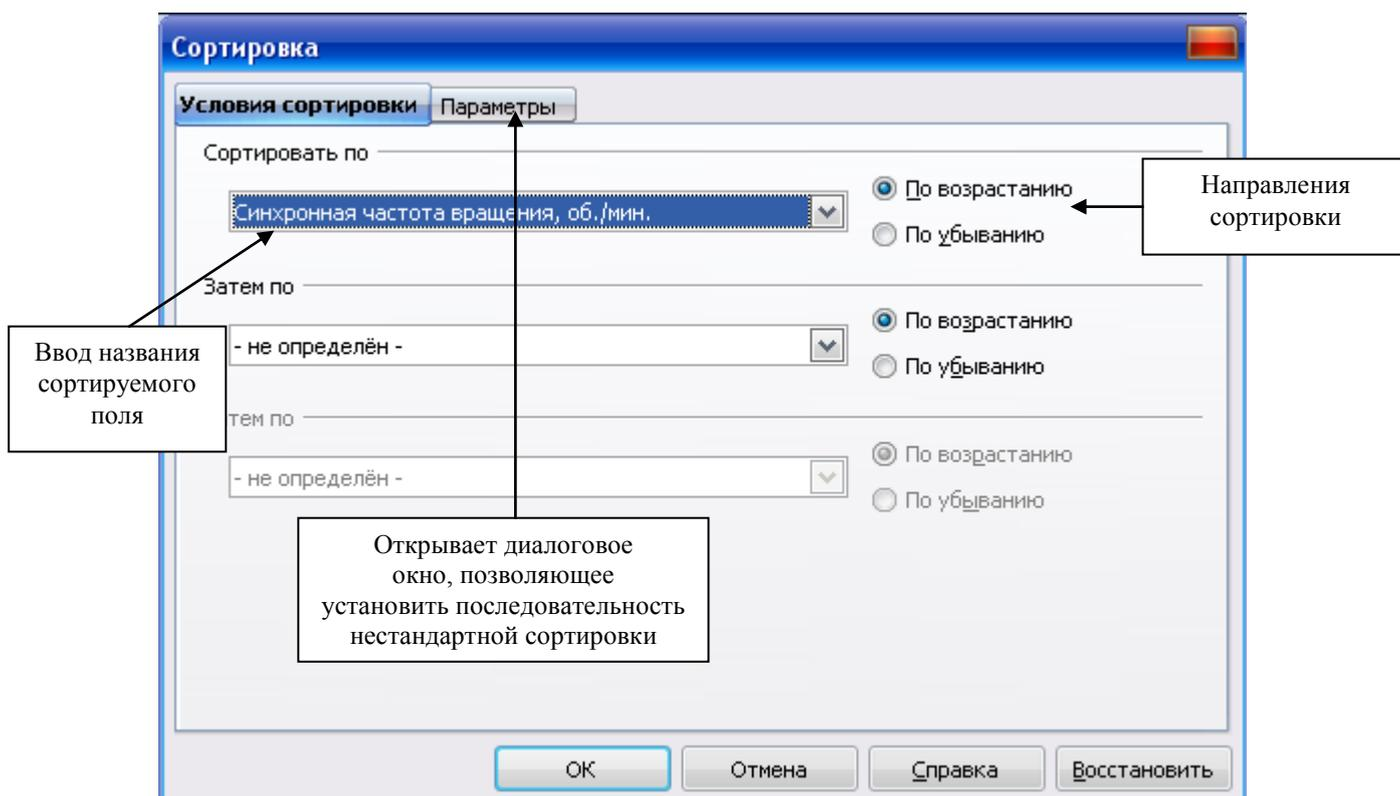

Рис. 7.3. Диалоговое окно Сортировка
3. В диалоговом окне **Сортировка** выбрать вкладку **Условия сортировки**. В раскрывающемся списке **Сортировать по:** выбрать поле **Синхронная частота вращения**, указать направление сортировки по возрастанию (рис. 7.3), щелкнуть по кнопке **Ок**.